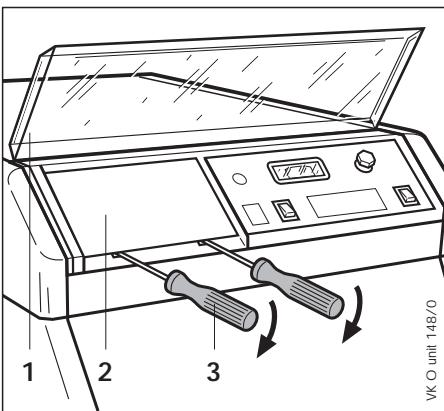

Abb. 5.4 Abnehmen Abdeckung für VRC...
Legende zu Abb. 5.4 bis 5.6
- Mit Hilfe eines Schraubendrehers (3) die Abdeckung (2) der Einbauöffnung herausheben. Die beiden Slitten dienen als Führung für den Schraubendreher.
- Blindstecker (8) abziehen und in der Schaltleiste belassen. (Der Blindstecker (8) ist unverlierbar befestigt).
- Stecker (5) und (7) in die Steckbuchse (4) und (6) einstecken. Stecker sind gegen falsche Plazierung gesichert.
- Klarsicht-Abdeckklappe (1) an der Schaltleiste des Kessels öffnen.
- Die Abdeckung der Einbauöffnung mit Hilfe eines Schraubendrehers herausheben (Siehe Abb. 5.4).
- Blindstecker (8) abziehen und in der Schaltleiste belassen. (Blindstecker (8) ist unverlierbar befestigt).
- Stecker (9) und (11) in die Steckbuchse (4) und (6) einstecken. Stecker sind gegen falsche Plazierung gesichert.
- Kesseltemperaturregler VRC-K (10) in die Einbauöffnung einsetzen und hineindrücken bis der Kesseltemperaturregler einrastet.